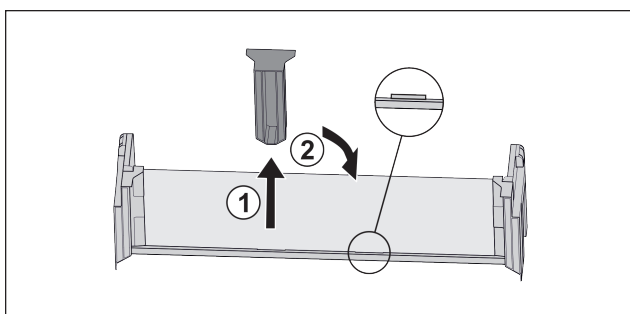

Fig. 26
- Stáhněte prostřední přídržný díl Fig. 26 (1).
- Vložte prostřední přídržný díl do druhé polohy Fig. 26 (2).